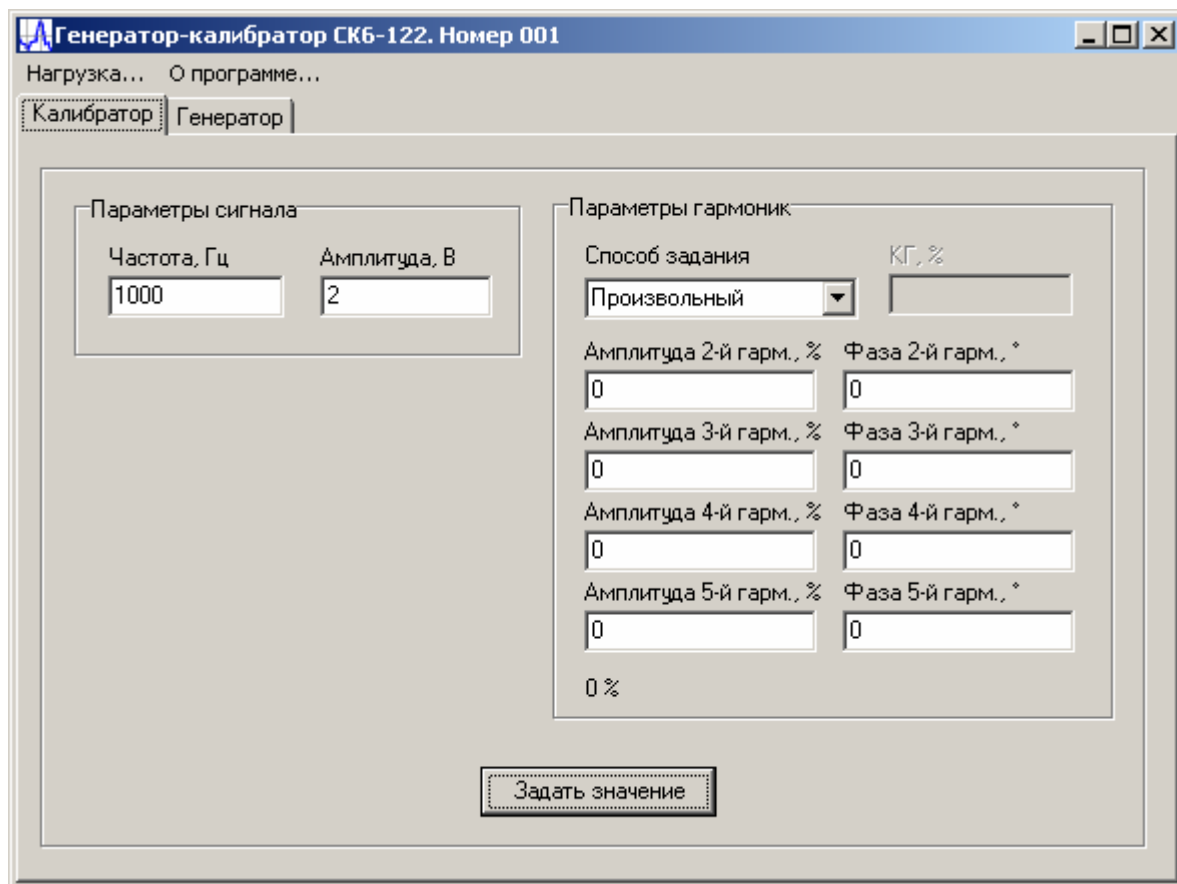

Рисунок 4. Общий вид программы управления генератором-калибратором СК6-122.
5.3 Меню «Способ задания» служит для выбора различных типов распределения Кг по четырем высшим гармоникам (см. рисунок 4) при генерации выходного сигнала. В режиме «Произвольный» (см. рисунок 4) для задания значения Кг доступны все 4 высшие гармоники. Кроме того, есть возможность индивидуально для каждой гармоники задавать фазу в градусах относительно первой гармоники. Этот режим рекомендуется использовать при малых значениях Кг (менее 0,01%). При этом значение Кг нельзя распределять по двум и более высшим гармоникам, так как это приведет к некорректным результатам.
Для работы прибора в режиме калибратора необходимо переключиться на вкладку «Калибратор» (см. рисунок 4), указать частоту, амплитуду выходного сигнала и значение Кг. Значение Кг, как было показано выше, можно устанавливать либо на одной гармонике, либо